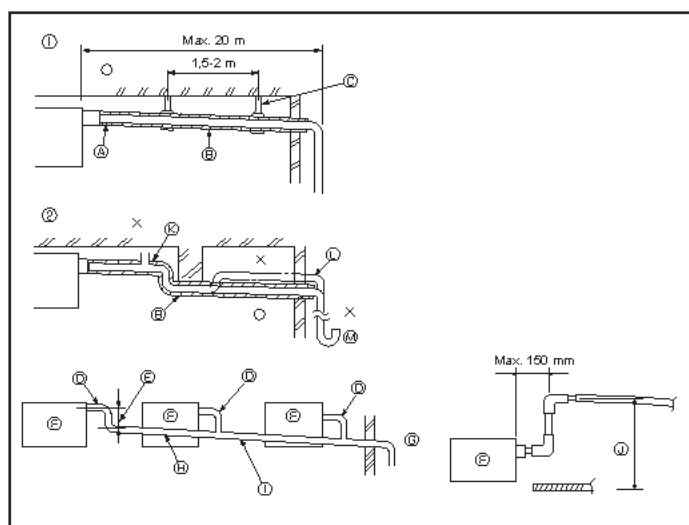

Fig. 6-1
6.1. Installatie van draineerbuisen (Fig. 6-1)